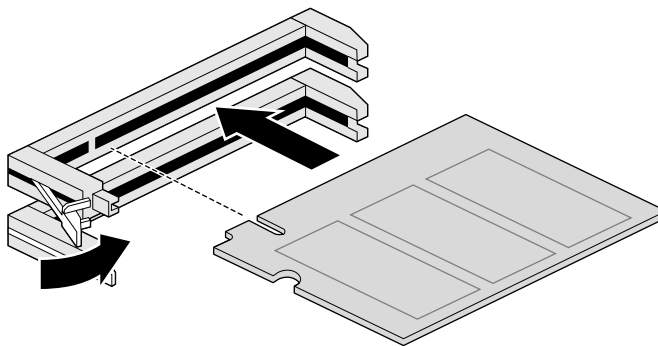

图 3-4 安装 DIMM
- 小心地将 DIMM 推入插槽，直至闩锁进入正确位置。具体如图 3-4 所示。如果闩锁没有啪的一声弹起，则可手动将闩锁推起锁定，将 DIMM 固定在正确位置。